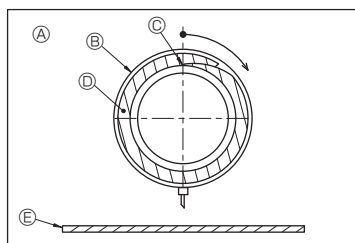

Fig. 3-6
5. Isolare l'apertura di drenaggio e il manicotto di drenaggio con materiale isolante ⑦ e fissare quindi il materiale con un nastro. (Sia il materiale isolante che il nastro sono forniti con l'unità.) (Fig. 3-6)
[Fig. 3-6]